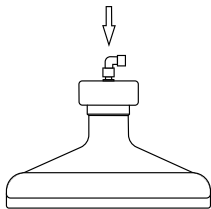

Рис. 1
1. Данная модель кулера оборудована системой быстрой установки бутылки. Для правильного использования, убедитесь, что соединительная трубка установлена корректно. (Рис. 1)